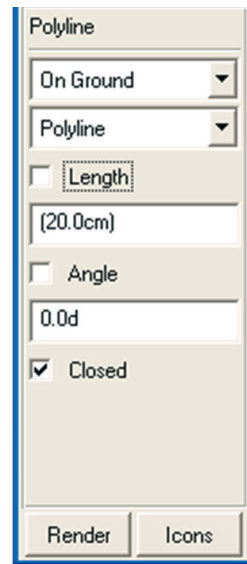

Figura 3.81(b) – Parâmetros da ferramenta *Polyline*.
- Na parte inferior dessa caixa de diálogo, no primeiro campo, selecione a opção *On Ground*. Selecione a opção *Closed*. As configurações dessa ferramenta devem estar de acordo com a Figura 3.81(b).